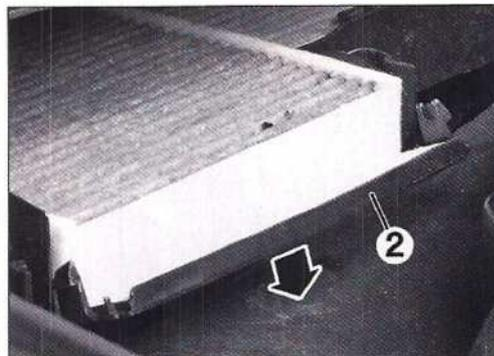
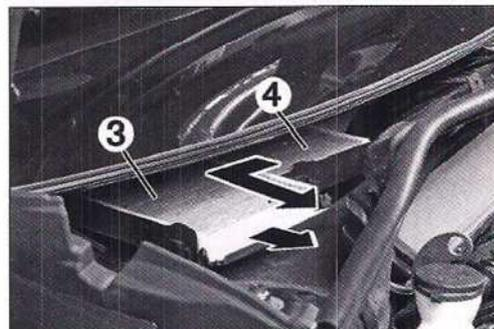

FIG. 2
FIG. 3
Desengrapar la trampilla de acceso al filtro (2) (Fig.2). Extraer en primer lugar el filtro (3), y el filtro (4), según el recorrido indicado (Fig.3).